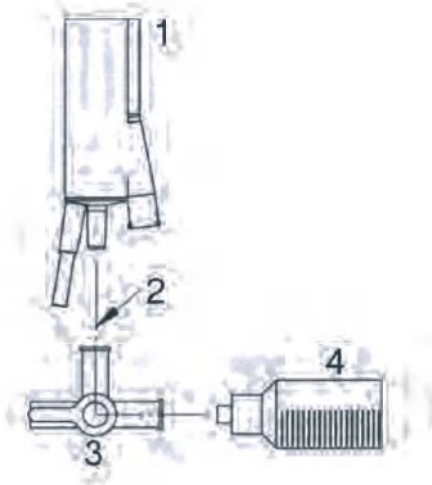
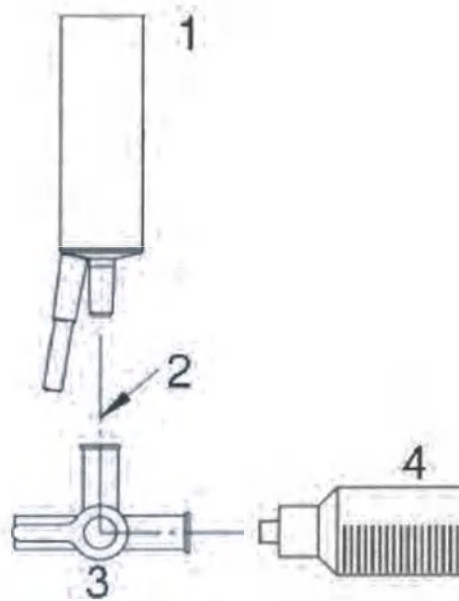

рис. 5.6. Промывка аспирационного отверстия (ультразвуковой рукоятки).
рис. 5.7. Промывка аспирационного отверстия (фрагментационной рукоятки).
- D. Промойте аспирационное отверстие следующим образом (см. рис. 5.6 и рис. 5.7 ниже):